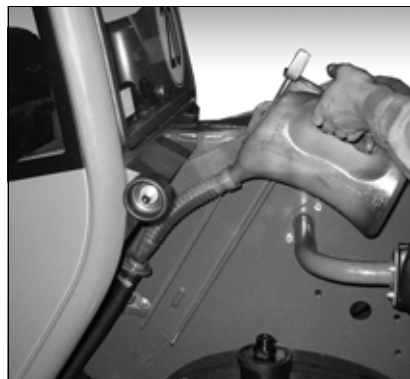

Fig. 164
2. Fyld hydraulikolie på (Fig. 164).